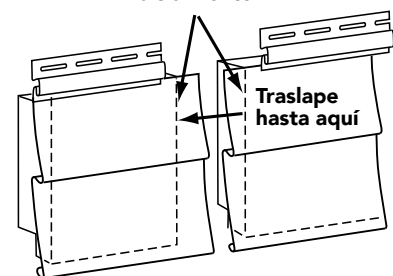

Figura 37
- Cuando traslape paneles de revestimiento aislado, no hace falta dejar una abertura entre la cobertura en los extremos de los paneles. Asegúrese de topor cada pieza de cobertura hasta que se junten (Figura 37), salvo que esté realizando la instalación en climas fríos (siempre consulte las instrucciones del fabricante).